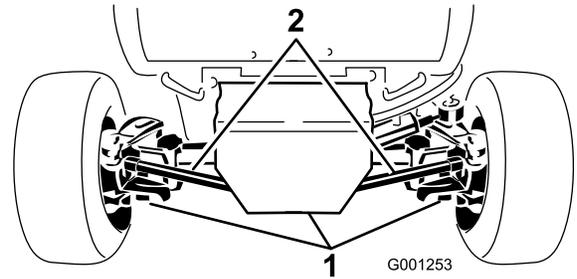

図 53
2. ドレン・プラグ (図 53 ; 左右端に1個と中央に1個、全部で3個ある) の周辺をきれいに拭く。